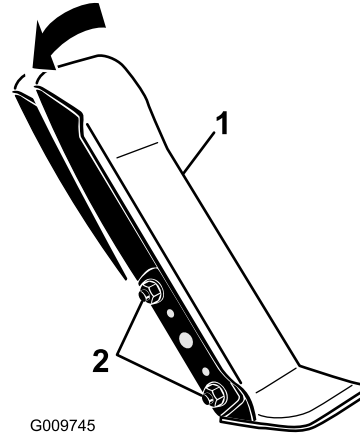

Figura 102
1. Afloje las dos tuercas y pernos que fijan el lado izquierdo del pedal de tracción al soporte (Figura 102).
2. Ajuste el ángulo del pedal y apriete las tuercas (Figura 102).